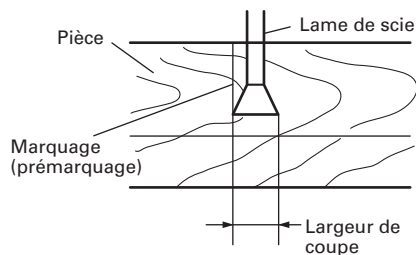

Fig. 18
- (1) Allumer le marqueur laser et marquer une rainure de 3/16" (5mm) environ de profondeur sur la pièce qui a une hauteur de 1-1/2" (38mm) et une largeur de 3-1/2" (89mm). Maintenir la pièce rainurée dans un étau telle qu'elle est et ne pas la déplacer. (Fig. 18)